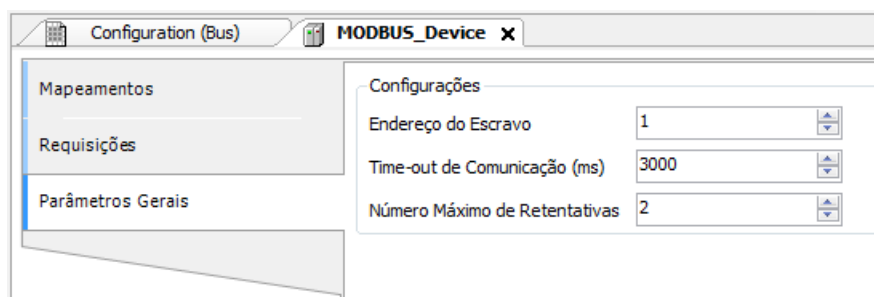

Figura 67: Tela de Configurações dos Parâmetros Gerais do Dispositivo
- Adicionar e configurar dispositivos através da aba Parâmetros Gerais, definindo endereço do escravo, time-out de comunicação e número de tentativas de comunicação como pode ser visto na Figura 67.